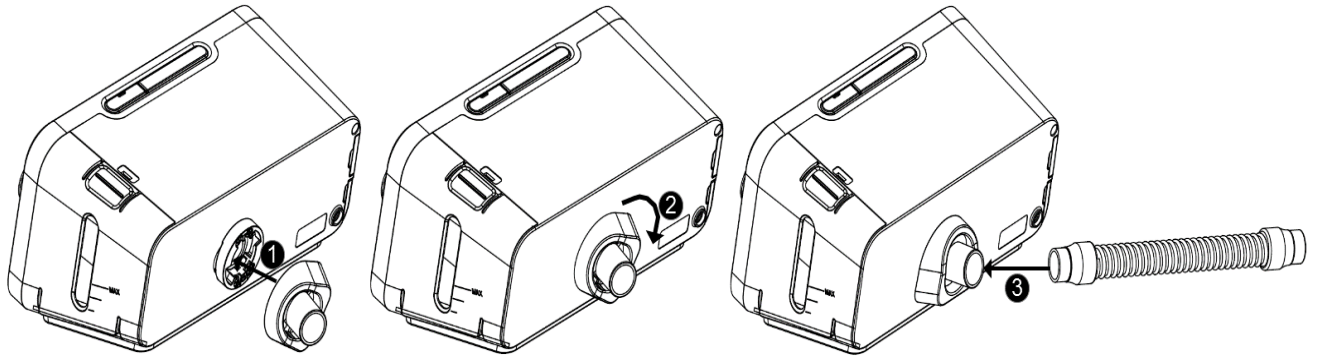

Рисунок 19 – Установка коннектора и дыхательного шланга
1. Установить коннектор 1 (рисунок 19) дыхательного шланга ЮМГИ.741334.109 к блоку управления аппарата.
2. Закрепить коннектор 2 (рисунок 19) дыхательного шланга по часовой стрелке до щелчка.
3. Подсоединить к коннектору 2 дыхательный шланг 3 (рисунок 19) .